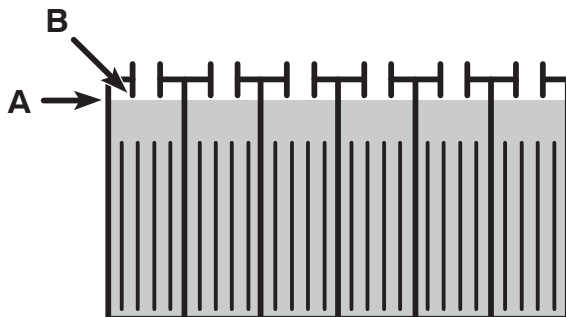

FIG. 25
8. Batteries plomb-acide : après le chargement, vérifiez le niveau d'électrolyte (A) des batteries. Le niveau doit se trouver environ à 1 cm du bord inférieur de l'orifice de remplissage (B) (Figure 25). Ajoutez de l'eau distillée si nécessaire. **NE REMPLISSEZ PAS TROP.**